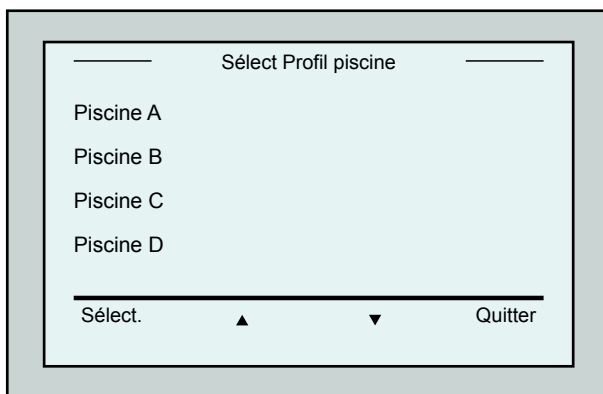

Figure 9 : Écran Profil piscine
2. A l'écran Wave, appuyez sur Piscine A. L'écran *Profil piscine* s'ouvre (Figure 9).